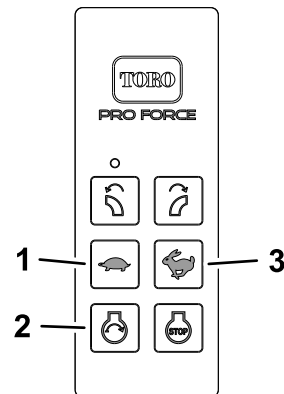

Figura 19
1. Mantenga pulsado el botón ARRANQUE DEL MOTOR (Figura 19) en el control remoto manual hasta que arranque el motor.
3. Ajuste la velocidad del motor pulsando el botón AUMENTAR LA VELOCIDAD DEL MOTOR o el botón REDUCIR LA VELOCIDAD DEL MOTOR (Figura 19).